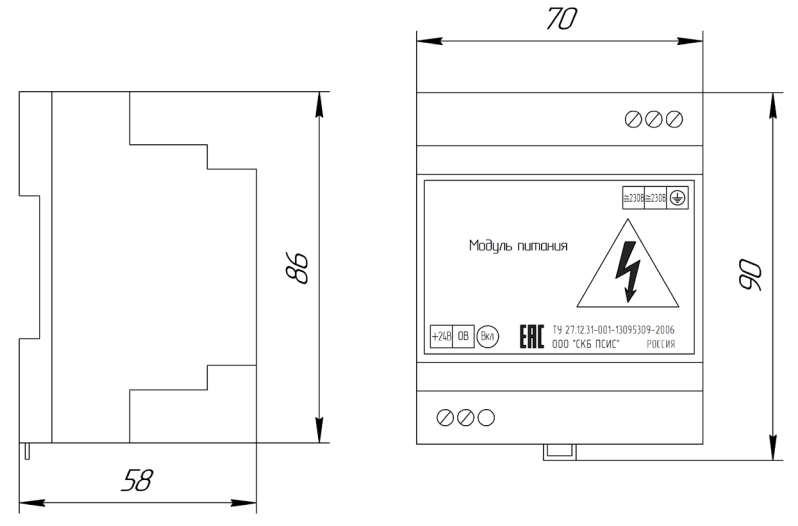

Рисунок 2
3.1 Модули комплектуются пластмассовым корпусом Raitec В-70, обеспечивающим защиту (IP20) обслуживающего персонала и крепление на DIN-рейках шириной 35 мм (рисунок 2).